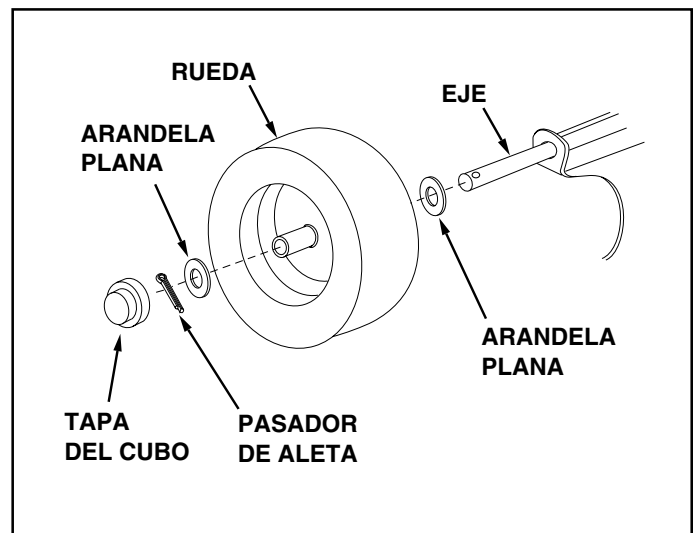

FIGURA 12
- Coloque una arandela plana, un rueda con la válvula del neumático mirando hacia fuera y otra arandela plana en el eje, tal y como se muestra en la figura 12. Fije la rueda al eje con un pasador de aletas, desplegando los extremos. Coloque la tapa del cubo presionándola sobre la arandela plana. Repita la operación en el otro extremo del eje.